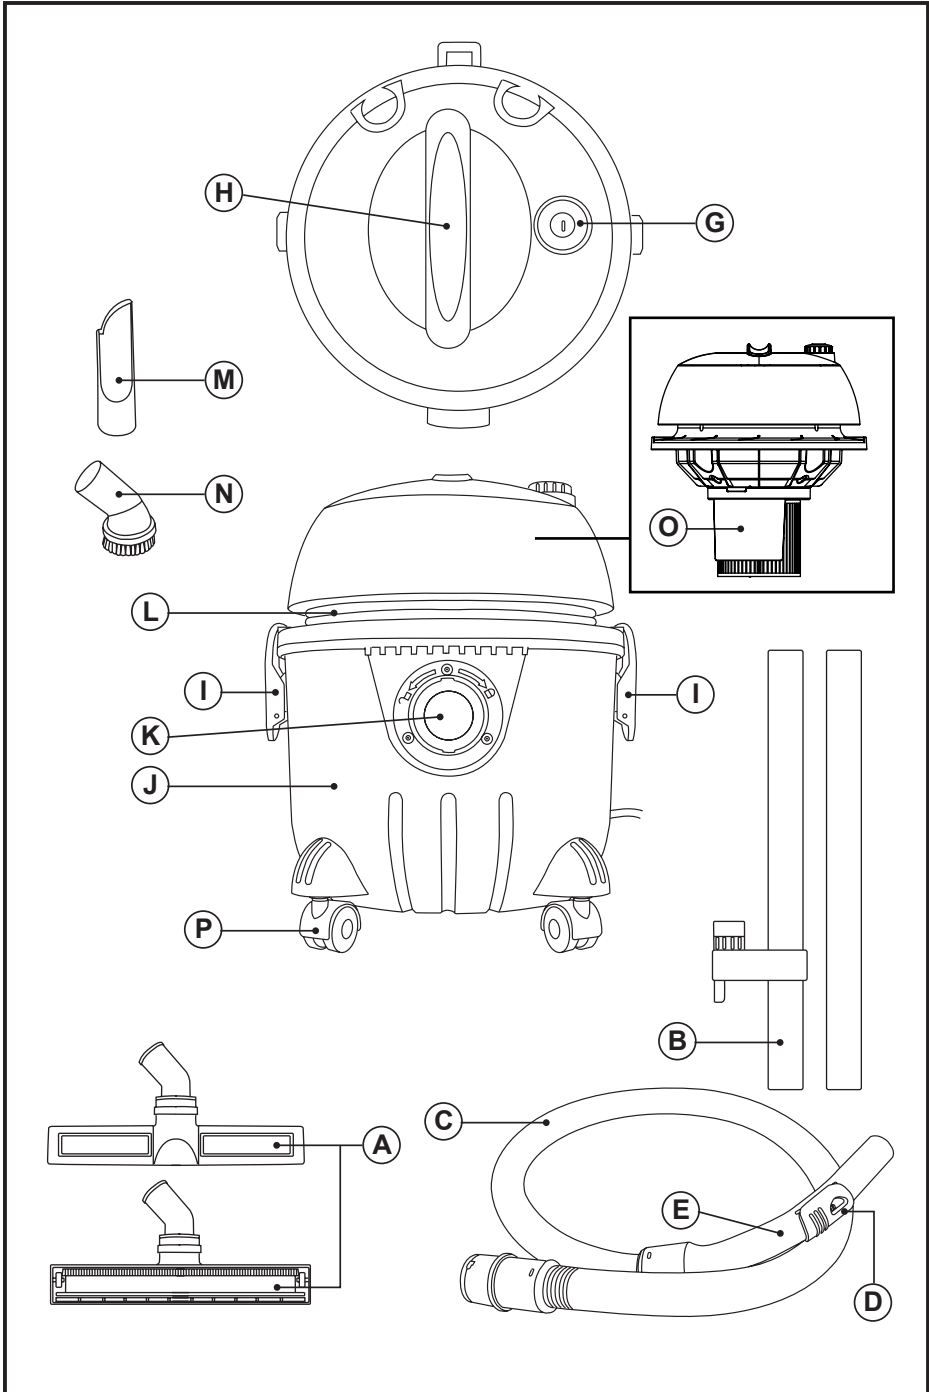

Fig.0
- Fijar la ruedas en la base del depósito con los tornillos. (Fig. 0)